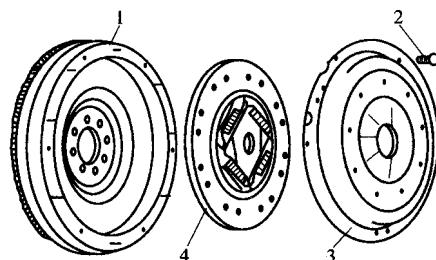

图 1-8 离合器压盘和从动盘
- ③在离合器盖与压盘之间的膜片弹簧上对合标记，按一定顺序分解离合器各部件，见图 1-8 所示。